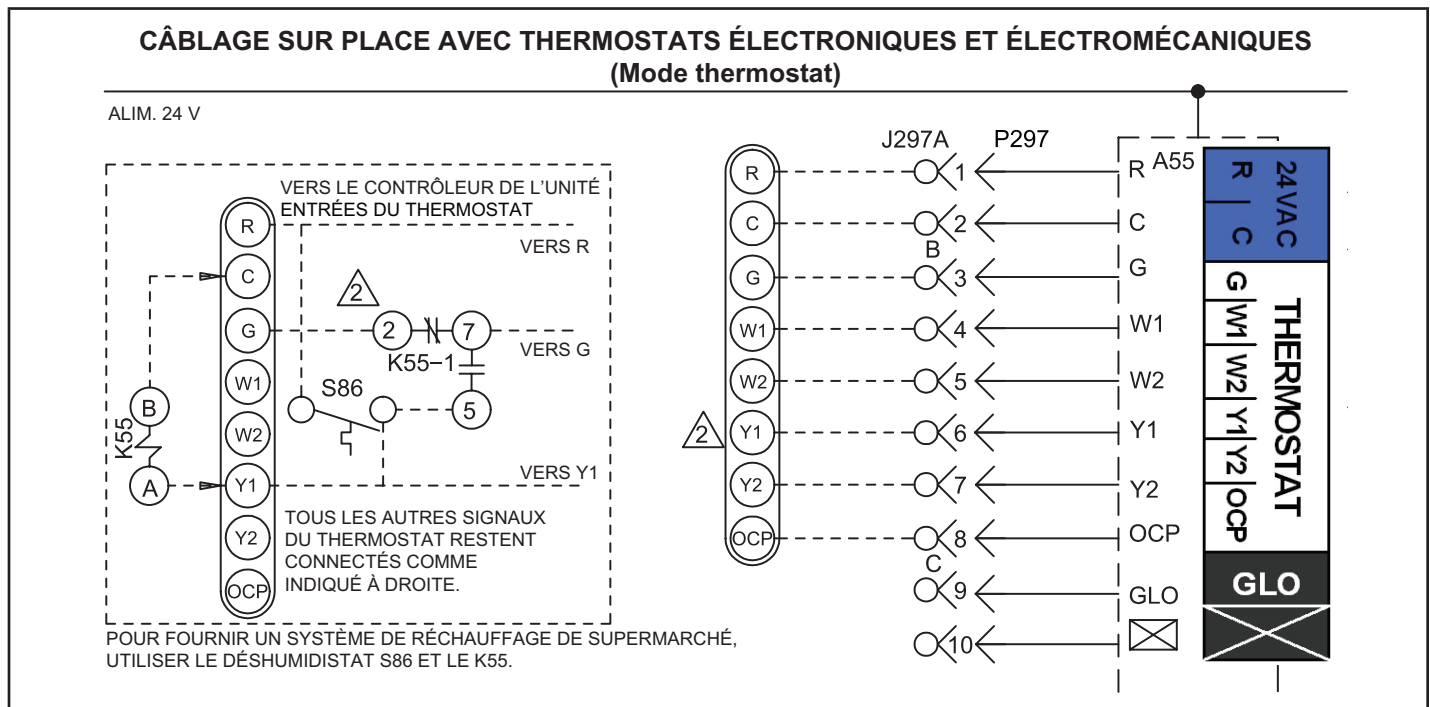
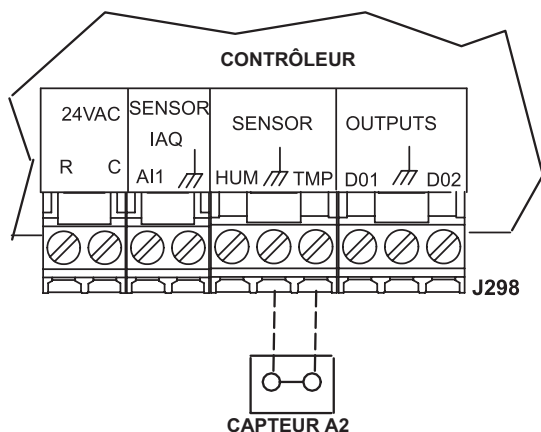
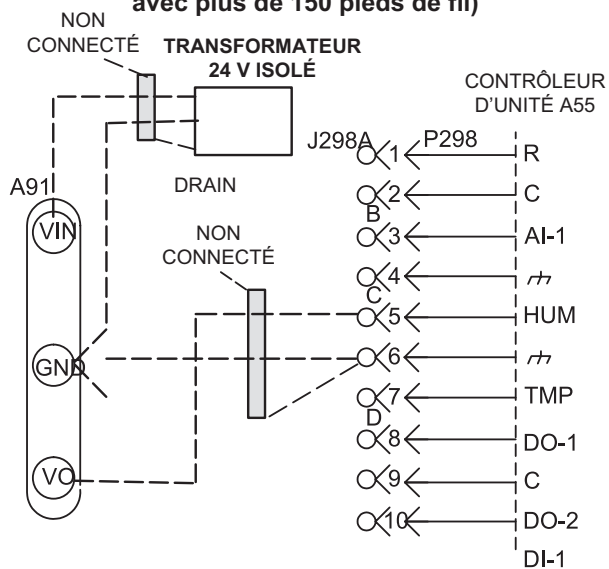

FIGURE 16
FIGURE 17
FIGURE 20
- 4 - Câblez comme indiqué à la FIGURE 16 pour les thermostats électromécaniques et électroniques. En cas d'utilisation d'autres dispositifs de contrôle de la température ou de systèmes de gestion de l'énergie, reportez-vous aux instructions et au schéma de câblage fournis par le fabricant.
Le contrôleur de l'unité fera fonctionner le chauffage et la climatisation en fonction des points de consigne internes du contrôleur de l'unité et de la température du capteur de zone A2. Un panneau de contrôle réseau (NCP) optionnel peut également être utilisé pour fournir les points de consigne. Un thermostat ou un capteur de reprise d'air peut être utilisé comme mode de secours. Effectuez les connexions de câblage du capteur de zone comme indiqué à la FIGURE 17.
- 2 - Effectuez les connexions électriques comme indiqué à la FIGURE 16 pour le mode thermostat ou à la FIGURE 17 pour le mode capteur de zone. En outre, connectez un capteur d'humidité ou une entrée de déshumidification. Reportez-vous à la FIGURE 18 ou FIGURE 20 pour le câblage du capteur d'humidité ou à la FIGURE 19 pour le câblage de l'entrée de déshumidification.
Utilisez un transformateur 24 VCA local et isolé tel que le Lennox no. de cat. 18M13 (20 VA minimum) pour alimenter le capteur d'humidité relative comme indiqué à la FIGURE 20. Utilisez deux câbles blindés contenant des paires torsadées de 20 AWG minimum avec un blindage global. Belden type 8762 ou 88760 (plénium) ou équivalent.
- 2 - Appuyez sur le bouton de jumelage et le maintenir enfoncé pendant 5 secondes. Reportez-vous à la figure 20.